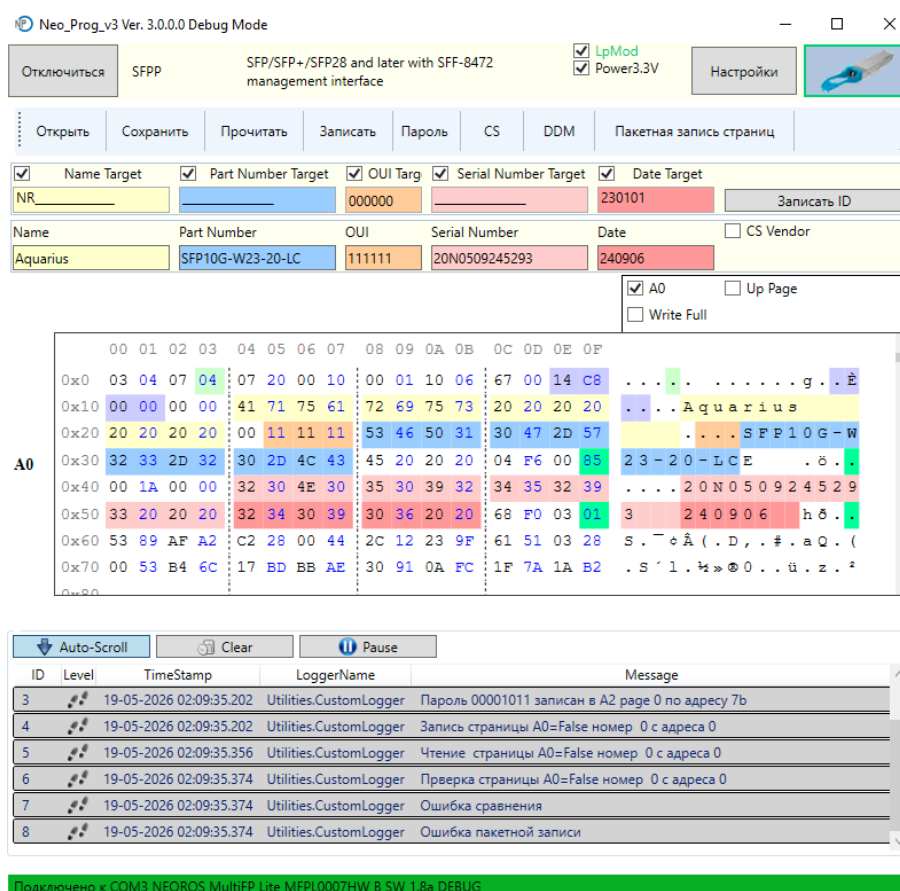

Рисунок 9 - Пакетная запись страниц памяти
6. Пакетная запись страниц памяти (Рисунок 9). Применяется, когда необходимо записать сразу несколько страниц памяти либо все сразу. Нажать кнопку пакетная запись, откроется окно выбора файла, выбрать специально подготовленный файл JSON, начнутся циклы записи, чтения и проверки записанных страниц. Ход процесса отображается в логге.